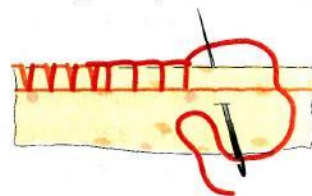

Рис. 87
2. Обметанный на машине срез шва можно отремонтировать, применив *обметочную строчку* (рис. 87).
2. Ремонт обметанного на машине среза шва (см. рис. 87).